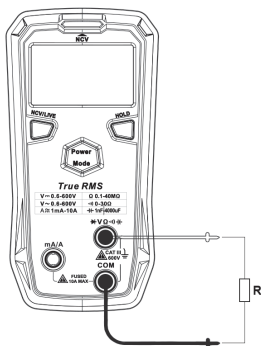

Рис. 4 Измерение сопротивления
7.2 Измерение сопротивления (см. рисунок 4)